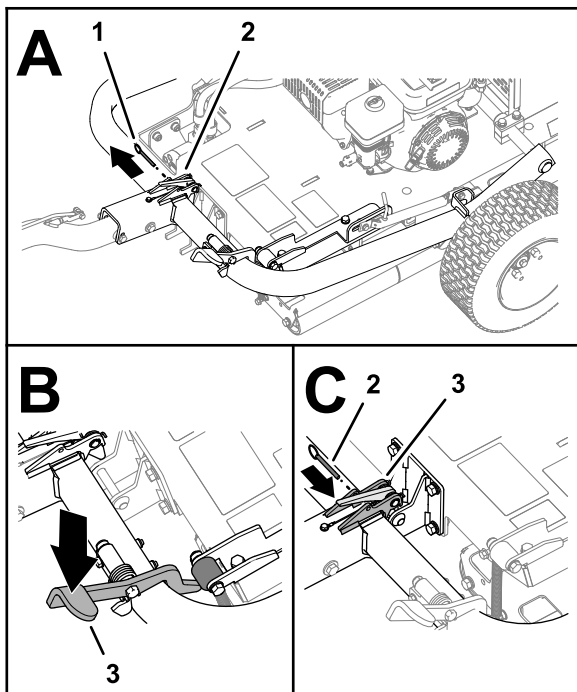

图8
6. 如果已安装请从门锁上取下锁定销 图8。
7. 踩到挂钩踏板上直到挂钩锁入就位 图8。
8. 将锁定销插入门锁中的孔内 图8。